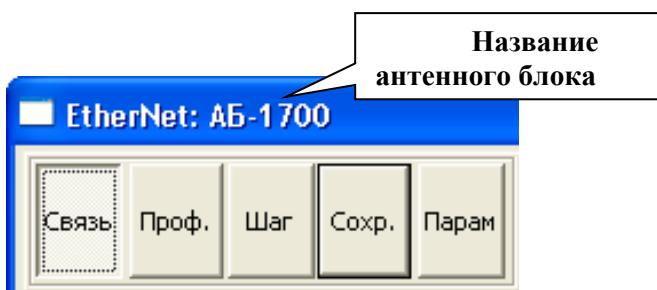
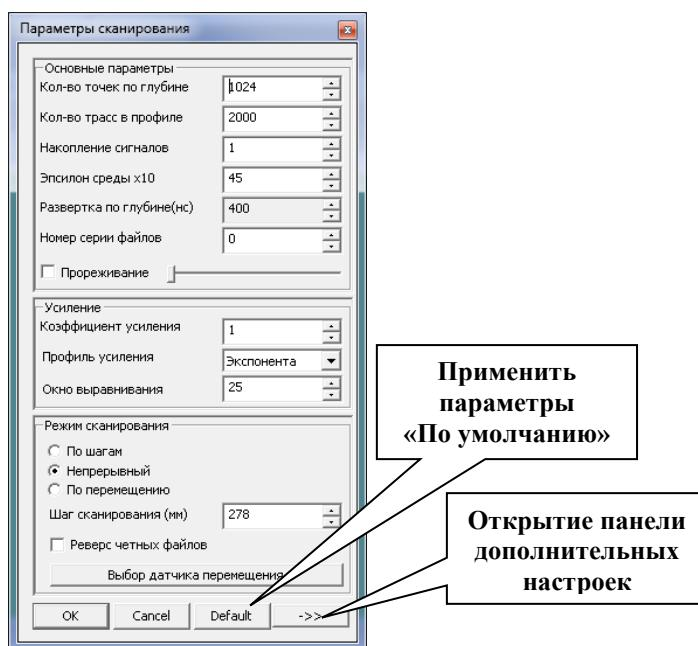

Рис. 3.5 - Кнопки управления процессом сканирования
Рис. 3.9 - Окно «Параметры сканирования»
На Рис. 3.5 показаны все кнопки управления процессом сканирования.
В активированном режиме АРУ (кнопка нажата) происходит выравнивание амплитуд таким образом, чтобы в заданном окне максимальная амплитуда сигнала была приблизительно одинакова. Размер окна выравнивания изменяется в окне «Параметры сканирования» (Рис. 3.9, раздел 3.3.4.2).
Окно «Параметры сканирования» (Рис. 3.9) вызывается нажатием кнопки «Парам» (Рис. 3.5) и позволяет выставить все параметры, которые используются при сканировании. Визуально окно разделено на области схожих параметров. Для применения параметров по умолчанию нажмите кнопку «Default».
- «**Режим ‘По шагам’**» - при работе в этом режиме данные запоминаются в точках, указанных оператором, т.е. каждая новая трасса запоминается после нажатия кнопки «Шаг» (Рис. 3.5), при этом антенный блок во время записи трассы должен находиться в статичном положении. Обычно этот режим используется при сканировании профиля с большим значением накопления, когда на обработку каждой трассы затрачивается длительное время или если работа с датчиком перемещения невозможна, но иногда производится запись с подключенным датчиком перемещения. При этом информация о положении трасс запоминается, а привязка осуществляется при обработке профиля (раздел 4.11.6).